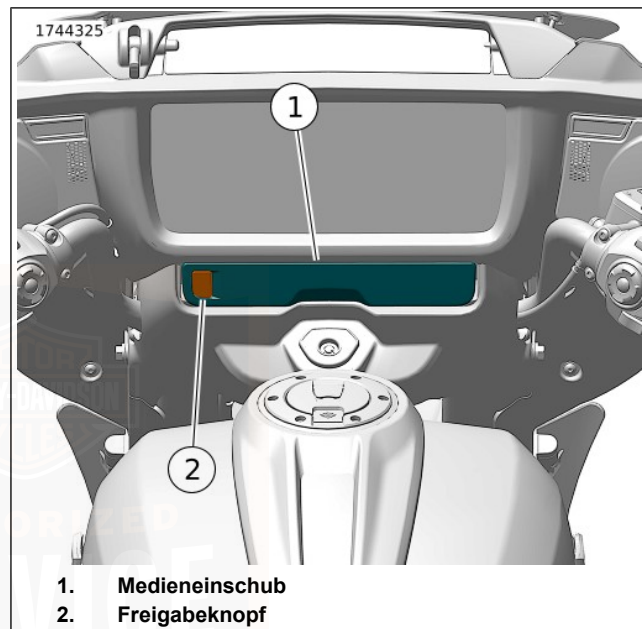

Abbildung 59. Medienfach
Siehe Abbildung 59. Das Medienfach ist ein Behältnis in der Instrumententafel, das genutzt werden kann, um ein Mediengerät anzuschließen oder kleine Artikel zu verstauen. Medienabspielgeräte und USB-Speichermedien mit Mediendateien können mit dem Universal Serial Bus Typ C (USB-C) -Anschluss verbunden werden. Aktualisierungen des IFCU-Systems werden auch über ein USB-C-Speichermedium durchgeführt.
Öffnen Siehe Abbildung 59 . Die Entriegelungstaste (2) drücken, um das Medienfach (1) zu öffnen.